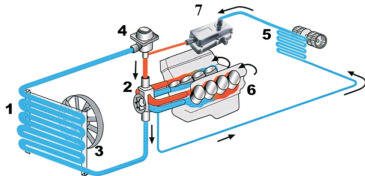

Bild 3. Värmarens placering relativt motor och kylsystem
1. Se till att en lämplig monteringspunkt för värmaren finns i fordonets motorrum. Det bör finnas tillräckligt med utrymme och motors kylvätskeslang skall passa lätt in i värmaren. Det är viktigt att vattnet som värms upp av värmaren förflyttas till motorn så snabbt som möjligt och att det kylda vattnet återflyttas till värmaren via en kylare och / eller värmeväxlare. (Se bild 3.)